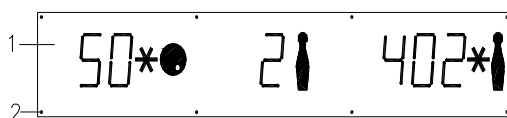

Abb.4
5. Wartung und Instandsetzung (Abb. 4 und 5)